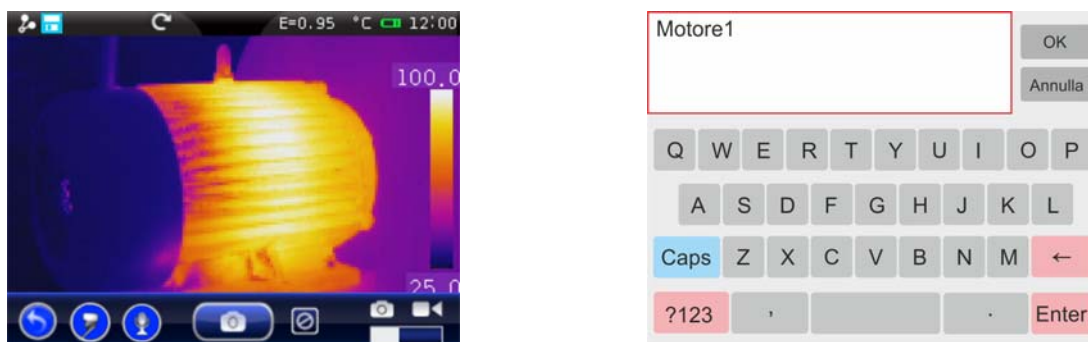

Fig. 63: Inserimento annotazione testuale
1. Eseguire il salvataggio di una immagine in accordo alla procedura descritta nel § 5.2.4.1). Al termine dell'operazione la situazione dello strumento è mostrata nella Fig. 63 – Parte sinistra)
2. Toccare l'icona "🔍". La videata di Fig. 63 – Parte destra è mostrata a display